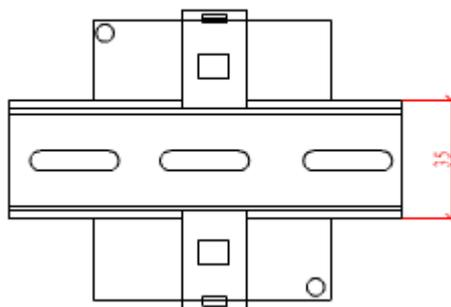

图 2 传感器安装方式
2、传感器采用导轨式安装方式，采用标准 35mm 导轨安装。如图 2 所示。